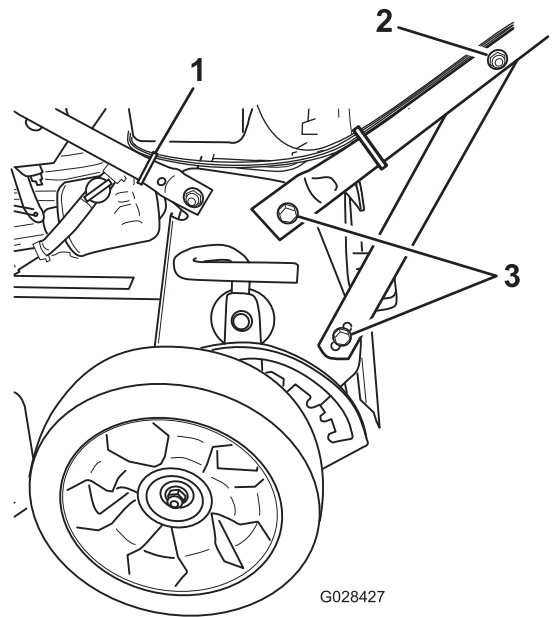

Figure 5
2. Écrou sur support de guidon (2)
3. Boulon (4)
5. Utilisez un serre-câble pour attacher les câbles à la partie inférieure du guidon, à l'emplacement indiqué à la Figure 5 et coupez ce qui dépasse du serre-câble.
4. Serrez les fixations qui soutiennent le guidon des deux côtés de la machine, comme montré à la Figure 5.